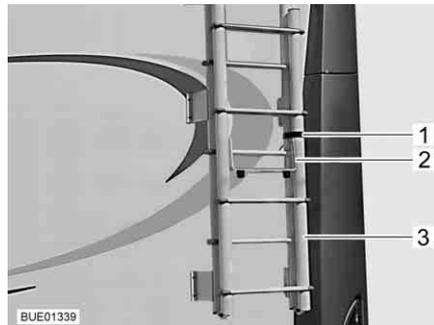

Fig. 1 Escalera plegable, escalera plegada hacia arriba
- Abrir la correa (Fig. 1,1) de la escalera (Fig. 1,3) situada en la parte de atrás del vehículo.
- Abatir hacia afuera el estribo de protección (Fig. 1,2).